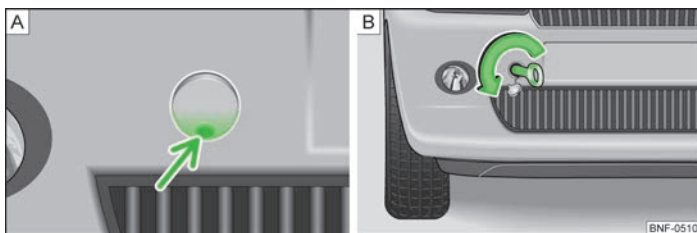

Fig. 118 Paragolpes delantero: Caperuza protectora/montaje de la argolla de remolque
- Presionar en la zona inferior de la cubierta (flecha) » fig. 118 - [A] para soltar el enclavamiento de ésta.
- Enroscar manualmente la argolla de remolque girándola hacia la izquierda hasta el tope » fig. 118 - [B]. Para fijar la argolla recomendamos utilizar p. ej. la llave para rueda, la argolla de remolque de otro vehículo u otro objeto parecido que se pueda pasar por la argolla.